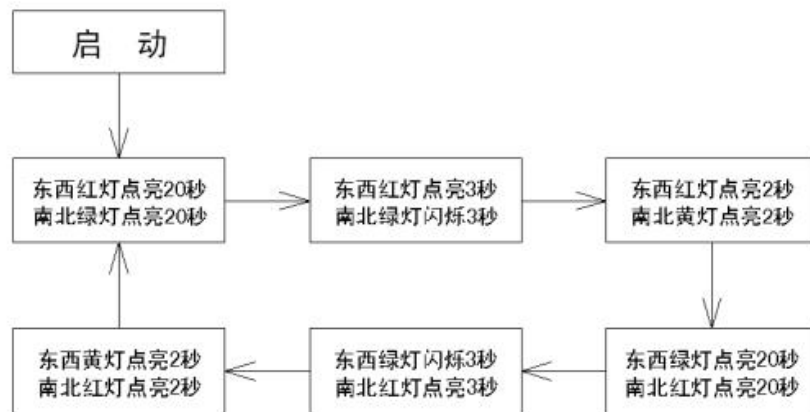

图 4 十字路口交通灯控制要求
(1)任务描述：某企业承担了一个十字路口交通灯控制系统设计任务，其控制要求如下图 4 所示；请根据控制要求用可编程控制器设计其控制系统并调试。